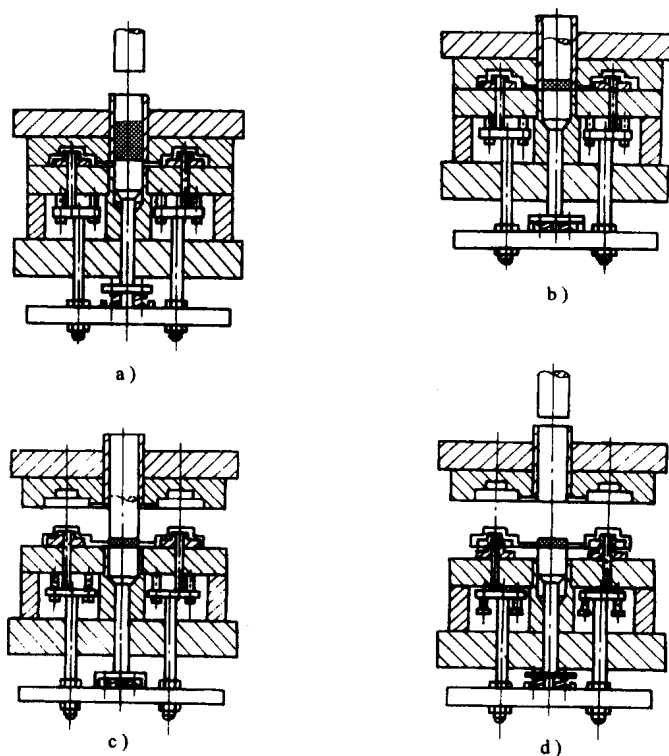

图 1-5 冲头下压式全立式机压铸过程
2. 冲头下压式全立式压铸机的压铸过程 其压铸过程如图 1-5 所示。